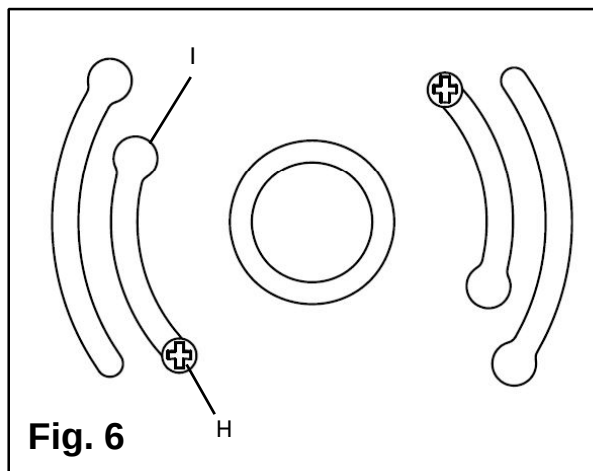

Fig. 6
5. Pase los **tornillos de montaje** (H) a través de las **ranuras con forma de cerradura** (I) en los agujeros de la **caja de alimentación** (F). Apriete los **tornillos de montaje** (H). **(Fig. 6)**